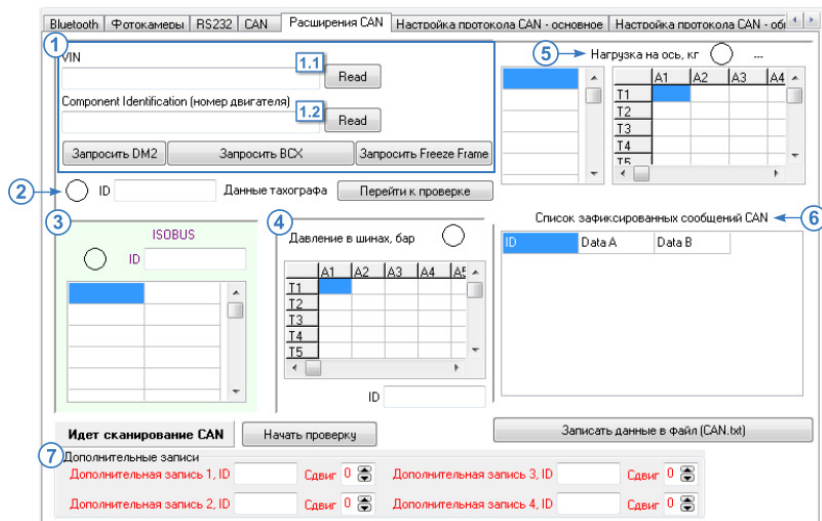

Рис.56. Вкладка «Расширения CAN».
- Для запроса VIN кода транспортного средства необходимо нажать кнопку «Read» рядом с полем «VIN». Полученный код запишется в поле «VIN» (**Рис.56, п.1.1**).
- Для запроса номера двигателя транспортного средства необходимо нажать кнопку «Read» рядом с полем «Component Identification» (**Рис.56, п.1.2**). Полученный номер появится в этом поле.